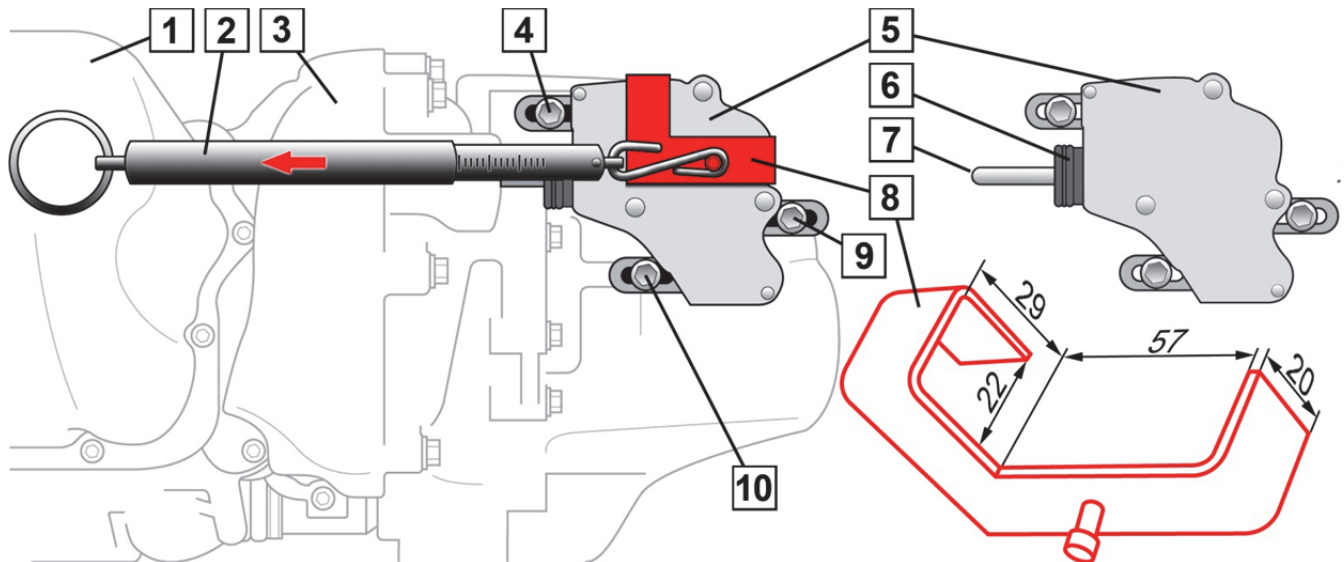

Fig. 1: Attuatore di frizione con bilancia a molla per la regolazione della forza di serraggio: smart fortwo (450)
1. Posizionare l'attuatore di frizione (5) in modo che lo slittone (7) sia collocato in sicurezza all'alloggiamento dello slittone della leva di disinnesto.
4. Collocare l'attrezzatura speciale (8) sull'attuatore di frizione (5).
5. Agganciare la bilancia a molla (2) all'attrezzatura speciale (8) e serrare in direzione della freccia (Fig.1). Forza di serraggio: **50 N**.
6. Agganciare la bilancia a molla (2) all'attrezzatura speciale (8) e serrare in direzione della freccia (Fig.1).